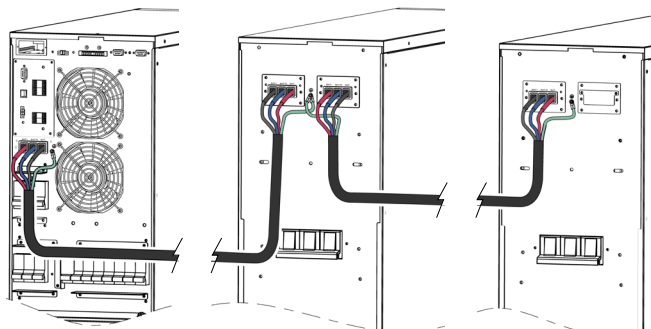
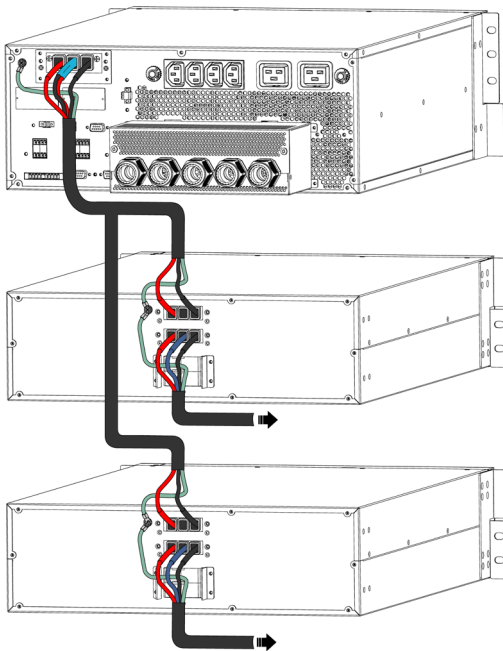

Fig. 42. Conexión entre el SAI versión torre y uno o varios armarios de baterías.
Fig. 44. Conexión entre el SAI versión rack de 15 y 20 kVA y uno o varios armarios de baterías.
- La conexión del armario de baterías con el SAI, se realizará mediante la manguera que se suministra con cada armario de baterías conectando un extremo a los bornes del SAI y el otro a los bornes del módulo de baterías, respetando la polaridad indicada en el etiquetado de cada elemento y en este manual. Respetar conexionado por colores de cables: un color de positivo del SAI a positivo del armario de baterías; otro color de negativo del SAI a negativo de baterías; otro color de neutro del SAI a toma media de baterías (N). Usar cable verde-amarillo para interconectar las tomas de tierra, ver Fig. 42. En las Fig. 8, Fig. 9 y Fig. 10 se puede ver en mas detalles los conectores de baterías y sus respectivos tierra.
- Para autonomías extendidas en que se suministran **más de un módulo o armarios de baterías**, la conexión será siempre en paralelo entre ellos y el equipo (ver Fig. 42 a Fig. 44)